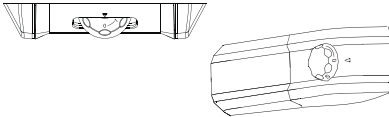

Abb.21
- 1) Den Regler in die Position "0" drehen. (Abb.21)